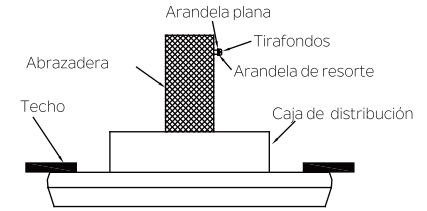

Fig. 10
**Paso 1.** Inserte un tirafondos y arandelas en el costado de la abrazadera que sostiene la caja de distribución eléctrica. Deje un espacio de 3 mm (1/8") entre la abrazadera de soporte y la arandela. (Fig. 10)